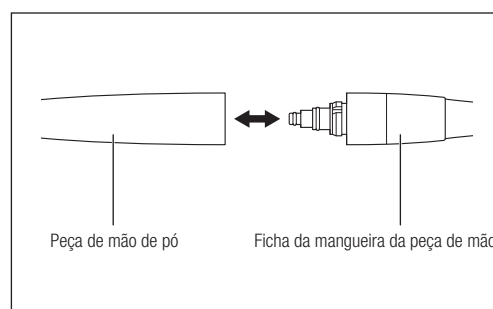

Fig. 9
- 2) Introduza a peça de mão de pó a direito na ficha da mangueira da peça de mão (Fig. 9).